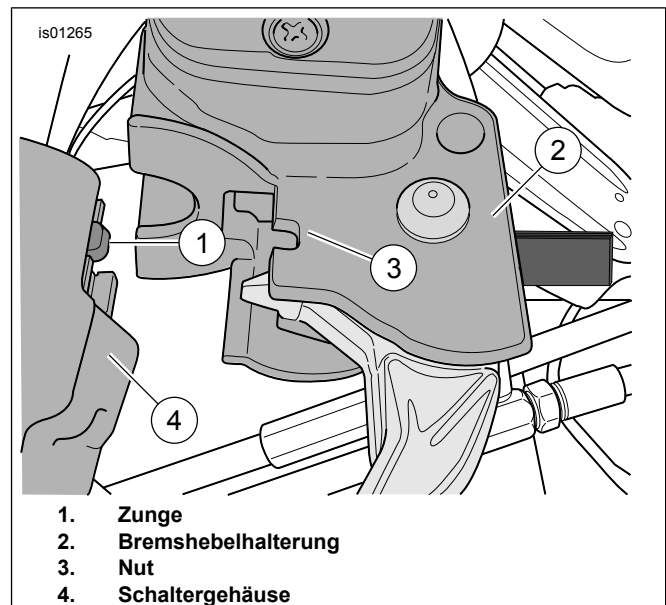

Abbildung 2. Bremshebelhalterung zu Schaltergehäuse
4. Siehe Abbildung 2. Die Baugruppe Bremshebel/Hauptbremszylinder auf der Innenseite der Baugruppe Schaltergehäuse (4) so anbringen, dass die Zunge (1) des unteren Schaltergehäuses in die Nut (3) auf der Oberseite der Bremshebelhalterung (2) eingreift.
5. Die **neuen** Schrauben (3) und flachen Unterlegscheiben (4) aus dem Satz bereitlegen. Je eine Unterlegscheibe auf den Gewindeteil jeder Schraube stecken. Die Bohrungen in der **neuen** Lenkerschelle auf die Bohrungen im Hauptbremszylindergehäuse ausrichten und die zwei Schrauben in den Gewindelöchern ansetzen.